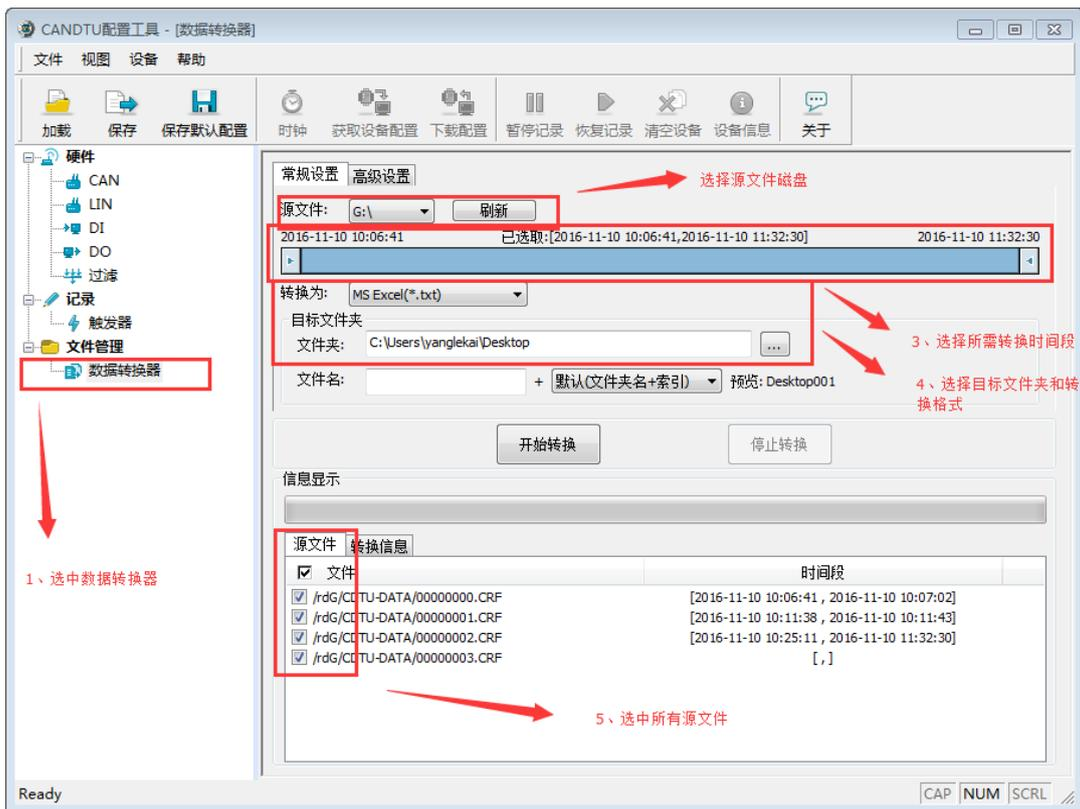

图 5-1 数据转换界面之常规设置
- 4) 选中“数据转换器”界面，源文件选择可移动磁盘（若没有出现，则点击刷新按钮直至出现为止），选择所需转换的时间段（调试的时候建议选择小一点，这样转换时间比较短），转换格式选择为.txt 格式，目标文件夹选择想要的保存路径，源文件都打钩。见图 5-1